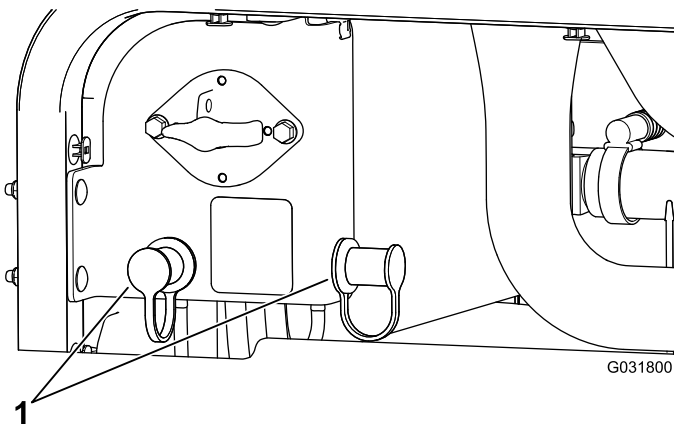

Figura 104
3. Retire los capuchones de los bornes de la batería del otro vehículo (Figura 104).